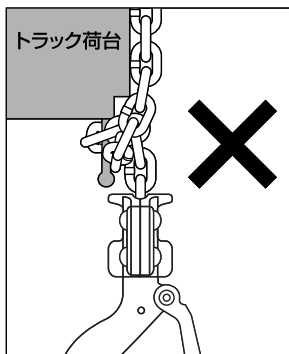

図11
(34) ロードチェーンに油が付いているか確認してください。
(35) トラックのロープフック部に直接ロードチェーンを掛けないでください。図11
(36) トラックのロープフック部にフックを掛け荷締めしたとき、フックの首部に負担（首折れになります）がかかる掛け方はしないでください。